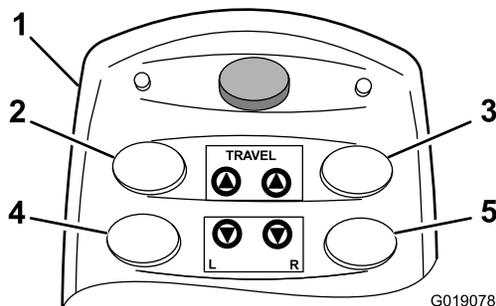

Figura 42
- Para desplazar la máquina **hacia adelante**, pulse y mantenga pulsado el botón de tracción izquierda hacia adelante y el botón de tracción derecha hacia adelante (Figura 42).
- Para desplazar la máquina **hacia atrás**, pulse y mantenga pulsado el botón de tracción izquierda hacia atrás y el botón de tracción derecha hacia atrás (Figura 42).
- Para girar la máquina **a la izquierda**, pulse y mantenga pulsado el botón de tracción izquierda hacia atrás y el botón de tracción derecha hacia adelante (Figura 42).
- Para girar la máquina **a la derecha**, pulse y mantenga pulsado el botón de tracción izquierda hacia adelante y el botón de tracción derecha hacia atrás (Figura 42).